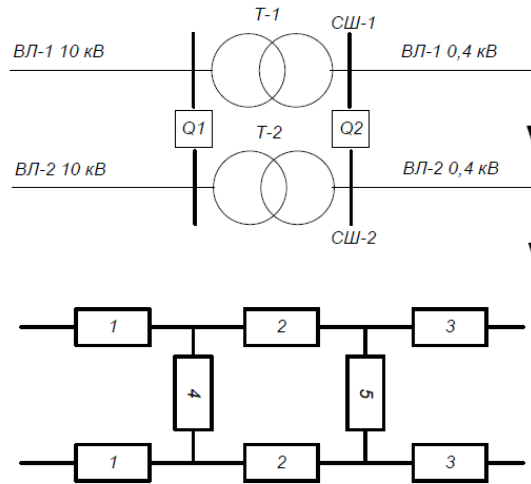

Рис. 2. Схема к задаче
3. Для схемы, представленной на рис. 2. определить вероятность отказа в электроснабжении потребителей подключенных к 1-й системе шин. Время срабатывания АВР не учитывается.